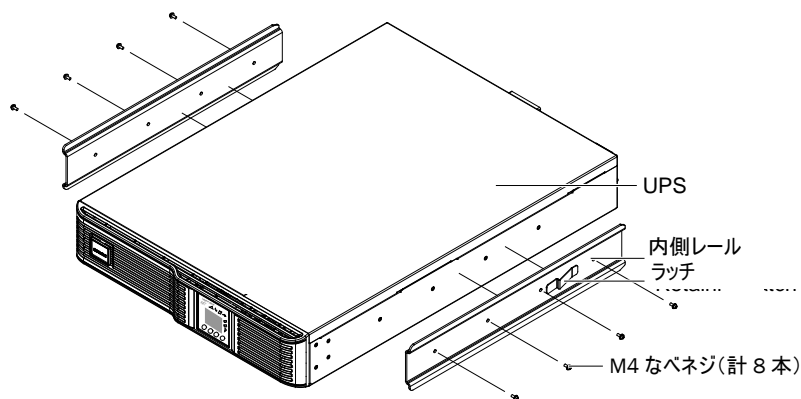

図2-10 内側レールの取付け
7. 手順2でスライドレールから引き出した内側レールを、UPSの両側にM4なベネジ8本で固定します。ラッチのある方が必ずUPS後方になるように取り付けてください(図2-10)。